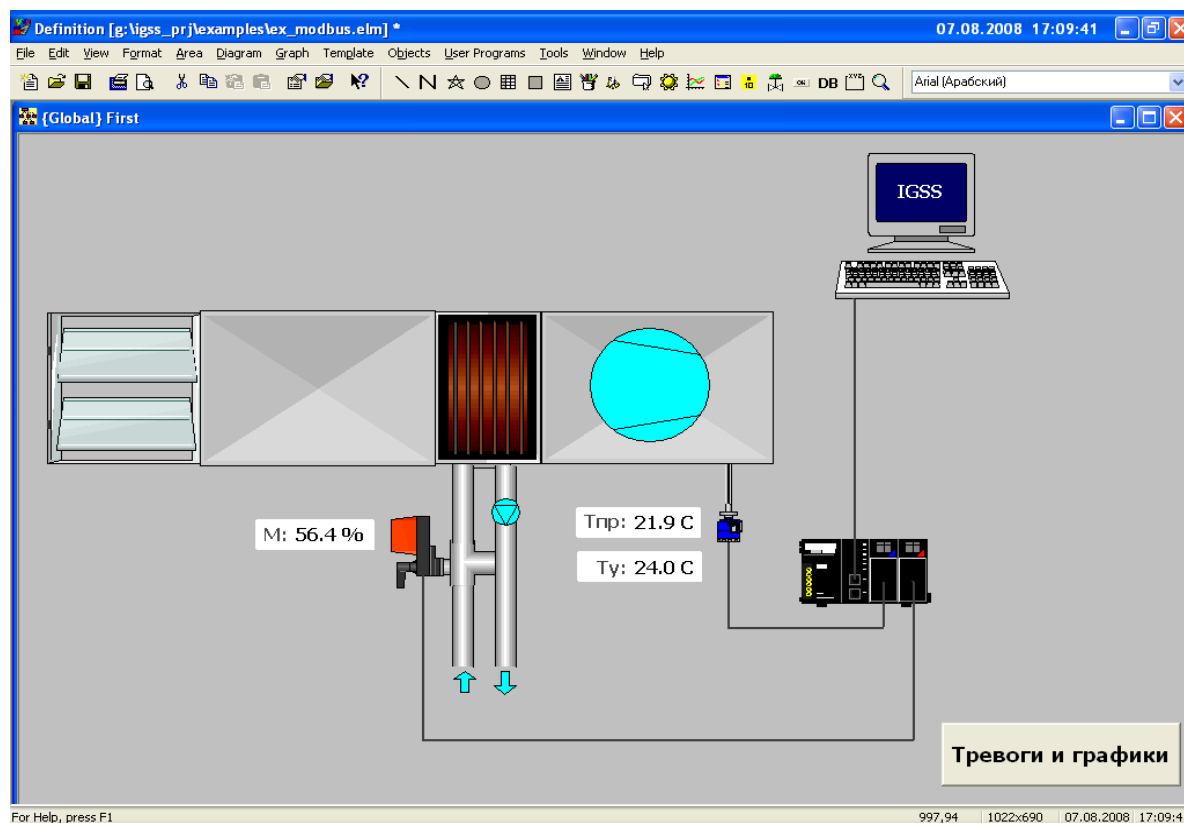

Рис. 9. — Мнемосхема с кнопкой перехода на диаграмму
- 14 На первой диаграмме поместите элемент Windows button, в свойствах которого укажите **Text to display** «Тревоги и графики». Пример диаграммы приведен на рис. 9.